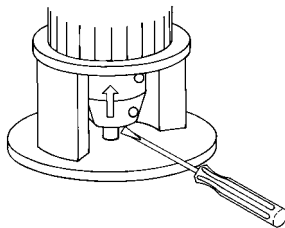

Fig. 16 Sådan løftes kobling og pumpeaksel
3. Løft koblingen og pumpeakslen i top mod motoren med en skruetrækker eller lign., så pumpe- og motoraksel går mod hinanden. Se fig. 16.